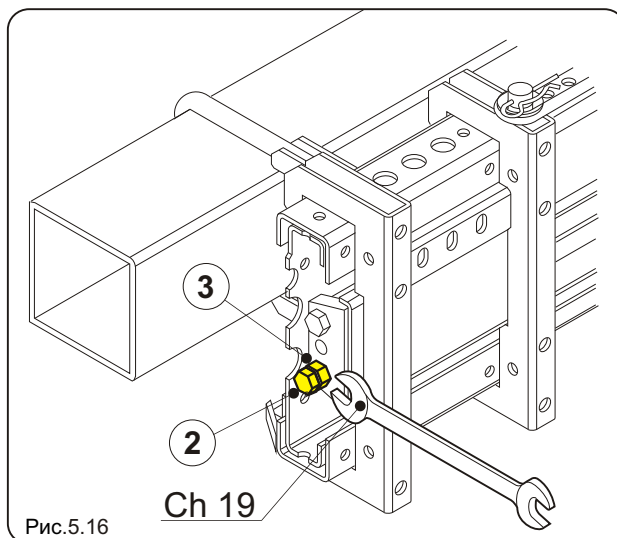

Рис.5.16
- Завершите регулировку, действуя на болт **2** и гайку **3** (рис.5.16).